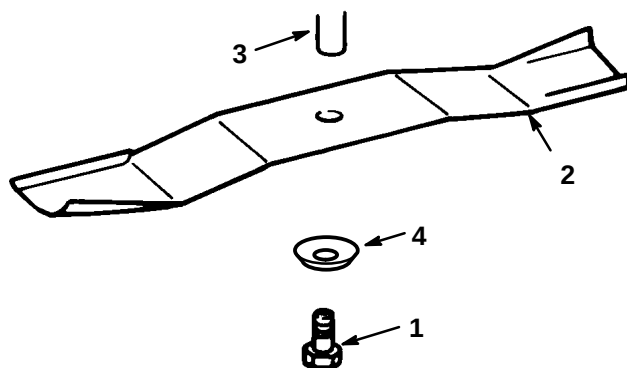

Abbildung 35
3. Schraube (5/8"-Schlüssel), gewölbte Unterlegscheibe und Schnittmesser entfernen (Abb. 35). Zwischen Schnittmesser und Mähwerk kann ein Holzklotz geklemmt werden, um das Schnittmesser beim Entfernen der Schraube zu blockieren.
1. Schnittmesser, Schnittmesserhalter, gewölbte Unterlegscheibe (Schalenseite zum Messer) und Schnittmesserschraube anbringen (Abb. 35).